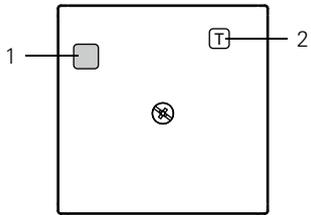

Figura 3
- Interruptor diferencial, figura 3